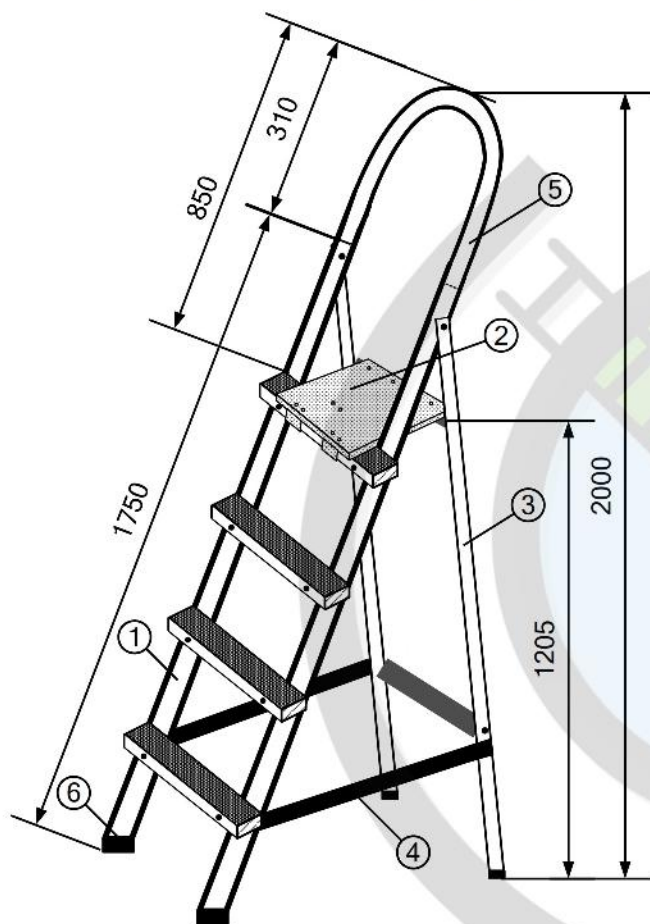

Рисунок 1
2.1 Стремянка состоит (рисунок 1) из лестницы длиной 1,75 метра **1**, рабочей площадки **2**, опор **3**, ограничительного ремня **4**, поручня **5**, резиновых наконечников для гладких поверхностей **6**. В комплект стремянки входят металлические наконечники для грунтов.